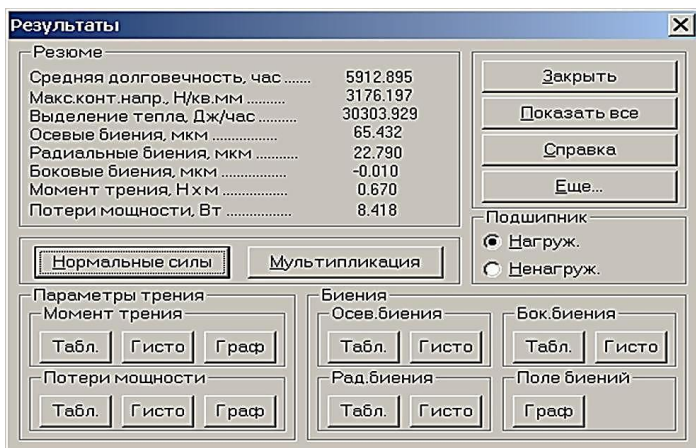

Рис. 26
6. Просмотр результатов расчета. Нажимаем кнопку «Результаты» (меню «Результаты»), после чего открывается диалоговое окно «Результаты» (рис. 26) с общими результатами расчета по нагруженному или ненагруженному подшипнику (группа параметров *Резюме*). Нажатием соответствующих кнопок можно вызвать диалоговые окна просмотра отдельных параметров подшипника, таких как момент трения, потери мощности, различные биения и т.д.